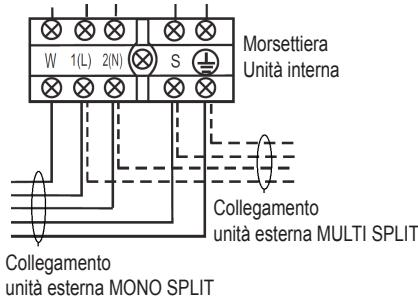

fig. 16 -
3. Stabilite i collegamenti che fanno riferimento ai diagrammi di cablaggio dell'unità (“fig. 16 -”)